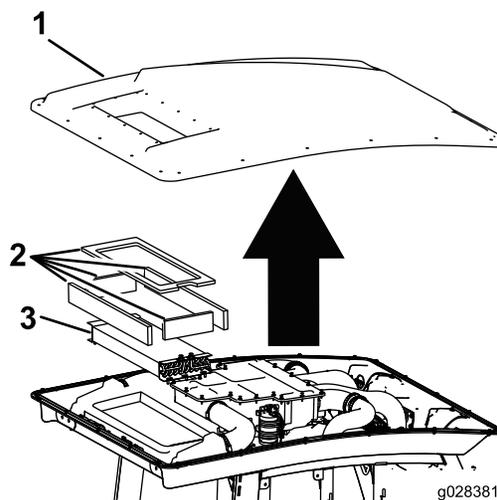

Figura 115
- 3. Retire el techo de la cabina tras quitar los 22 pernos que lo sujetan (Figura 115).
- 4. Retire los filtros de aire (Figura 115).
- 5. Retire y limpie los serpentines del aire acondicionado (Figura 115).